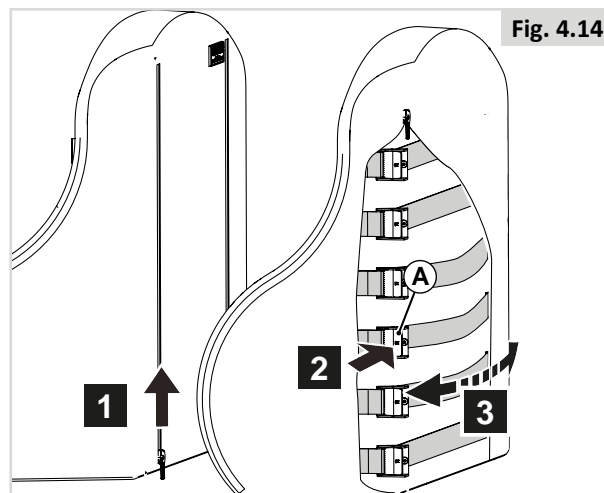

Fig. 4.14
**Courbure du dossier flexible (Fig. 4.14)**